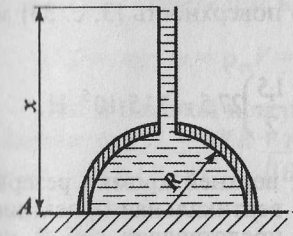

Рис. 3.20
**Задача 3.20.** Стальной полусферический резервуар радиусом  $R = 1$  м и массой  $m = 2550$  кг, расположенный на горизонтальной плоскости  $A-A$ , через пьезометр заполняется водой (рис. 3.20). При какой высоте  $x$  произойдет отрыв резервуара от плоскости  $A-A$ ?